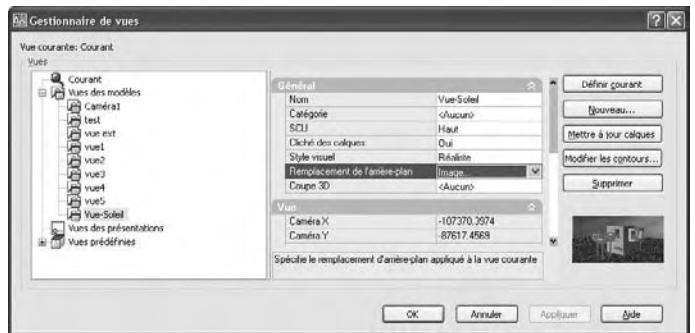

Fig.12.12
- 3 Sélectionnez une vue existante dans la boîte de dialogue **Gestionnaire de vues** (View Manager) (fig.12.12).